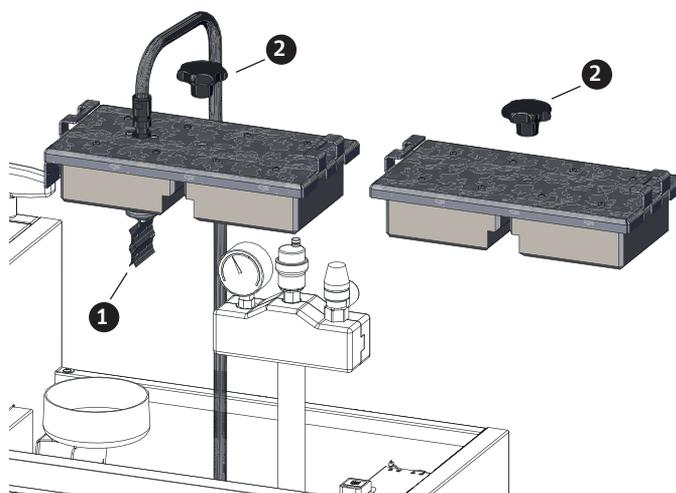

Fig. 49 Svitare il collegamento a vite ed estrarre il coperchio
- ▶ Svitare il collegamento a vite ed estrarre il coperchio – Fig. 49.
- ▶ Estrarre il coperchio, per le caldaie a pellet con collettore di polveri elettrostatico NON scollegare il cavo, ma mettere con cautela il coperchio da parte – Fig. 49.